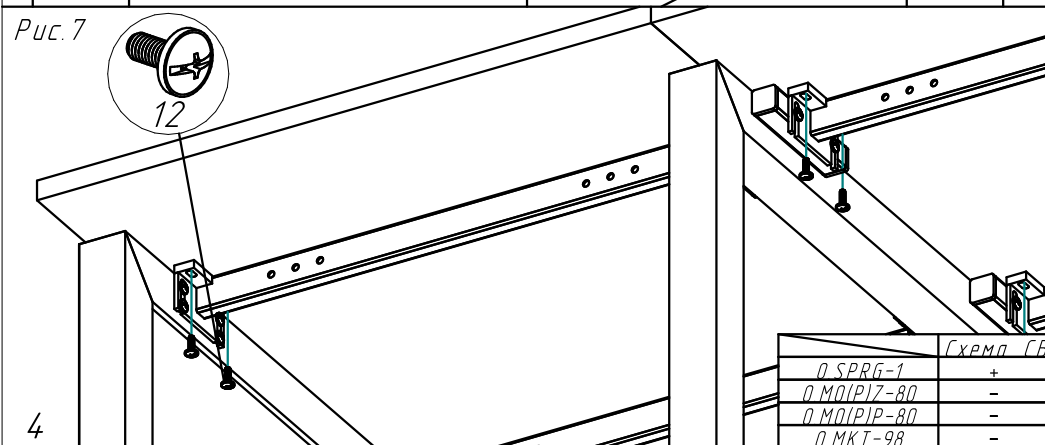

Рис.7
- Закрепите столешницу (1) к полученной конструкции (2-3-2) винтами М6х20 (12) (рис. 7).